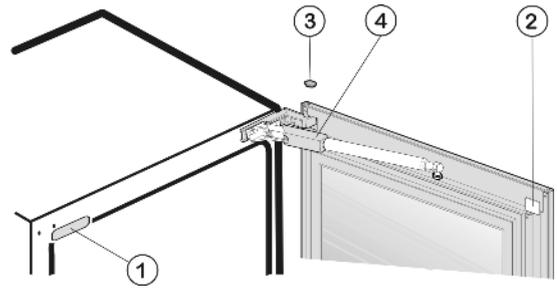

Fig. 4
- ▶ Soulever le cache Fig. 4 (1) et le cache Fig. 4 (2) et le bouchon Fig. 4 (3).
- ▶ Pousser vers l'arrière le cache de l'amortisseur de fermeture Fig. 4 (4) et l'enlever.
- ▶ Mettre en place le cache *Fig. 4 (4)* de l'amortisseur de fermeture et le glisser vers l'avant.